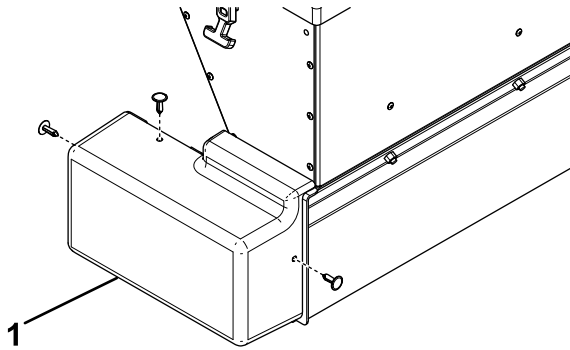

Figure 4
1. Déposez et conservez le couvercle du moteur (Figure 4).